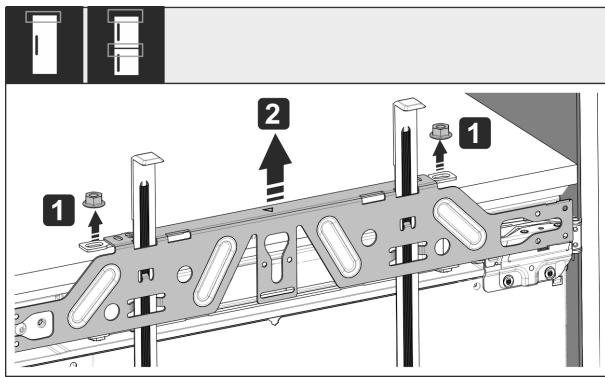

Fig. 54
- Løsne kontramuttere Fig. 54 (1).
- Ta av festetraversen Fig. 54 (2).